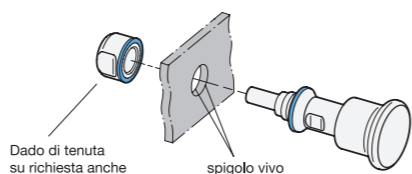

Figura 2
- Il foro di innesto deve essere progettato in modo tale che le spalle metalliche all'interno degli anelli di tenuta poggino il più possibile sul sottofondo e consentano il serraggio sull'arresto metallico (tolleranza di +0,05/+0,2). Gli anelli di tenuta devono poggiare completamente sul sottofondo (Figura 2).